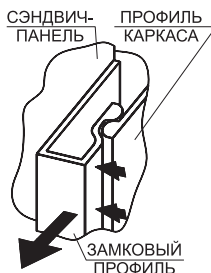

Рисунок 15
- Возможна перестановка теплообменника нагревателя (2) на любую сторону обслуживания.
- Для удобства монтажа и обслуживания в секциях можно демонтировать или переставить любую панель корпуса. Например, при самостоятельной смене стороны обслуживания, достаточно удалить, при помощи плоской отвёртки, по периметру несъёмной панели замковый профиль и вынуть панель наружу (рис. 15). Установка на новое место производится в обратном порядке.